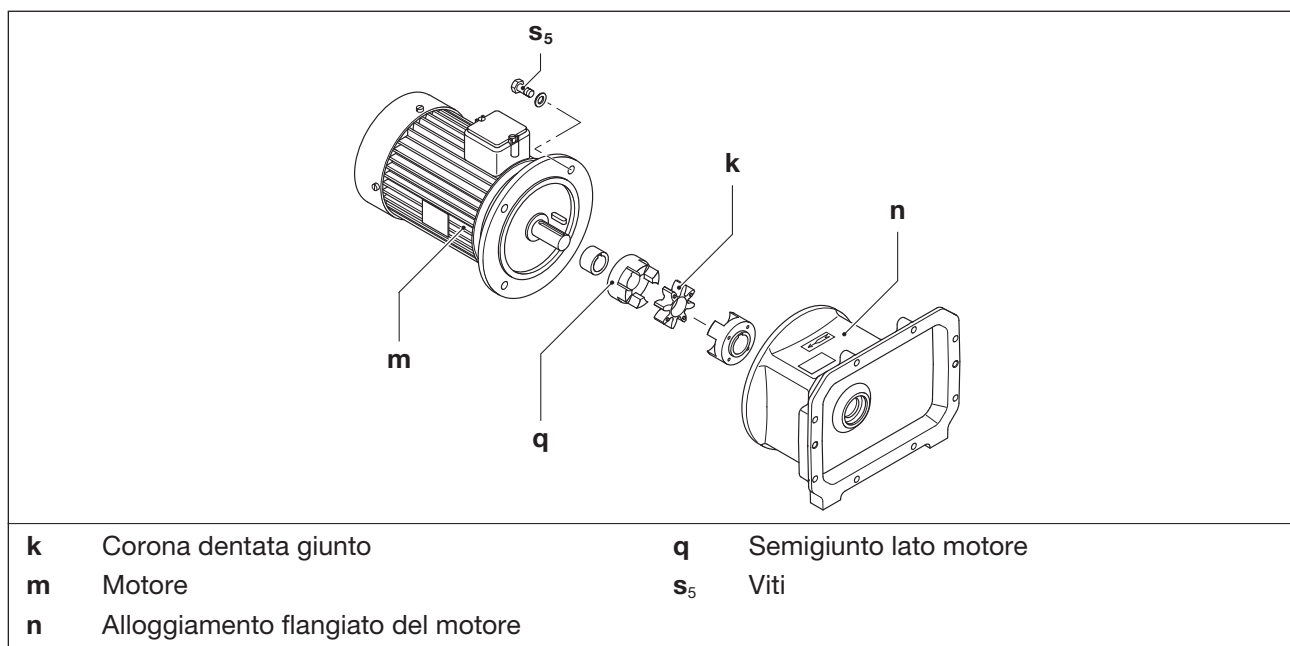

Fig. 20 Giunto
La corona dentata del giunto (Fig. 20/k) è soggetta a usura e deve essere controllata regolarmente (almeno 1 x anno).
- b) Agganciare il motore (Fig. 20/m) agli occhielli di trasporto mediante dispositivo di sollevamento.
- c) Allentare le viti (Fig. 20/s₅) sulla flangia del motore e tirare in direzione assiale il motore con la metà del giunto lato motore (Fig. 20/q) dall'alloggiamento flangiato del motore (Fig. 20/n).
- d) Verificare la corona dentata (Fig. 20/k). Se la corona dentata è danneggiata o consumata, sostituirla.
- e) Inserire nuovamente in senso assiale l'anello dentato e il motore con il semigiunto lato motore e fissarlo alla flangia del motore con le viti (Fig. 20/s₅).